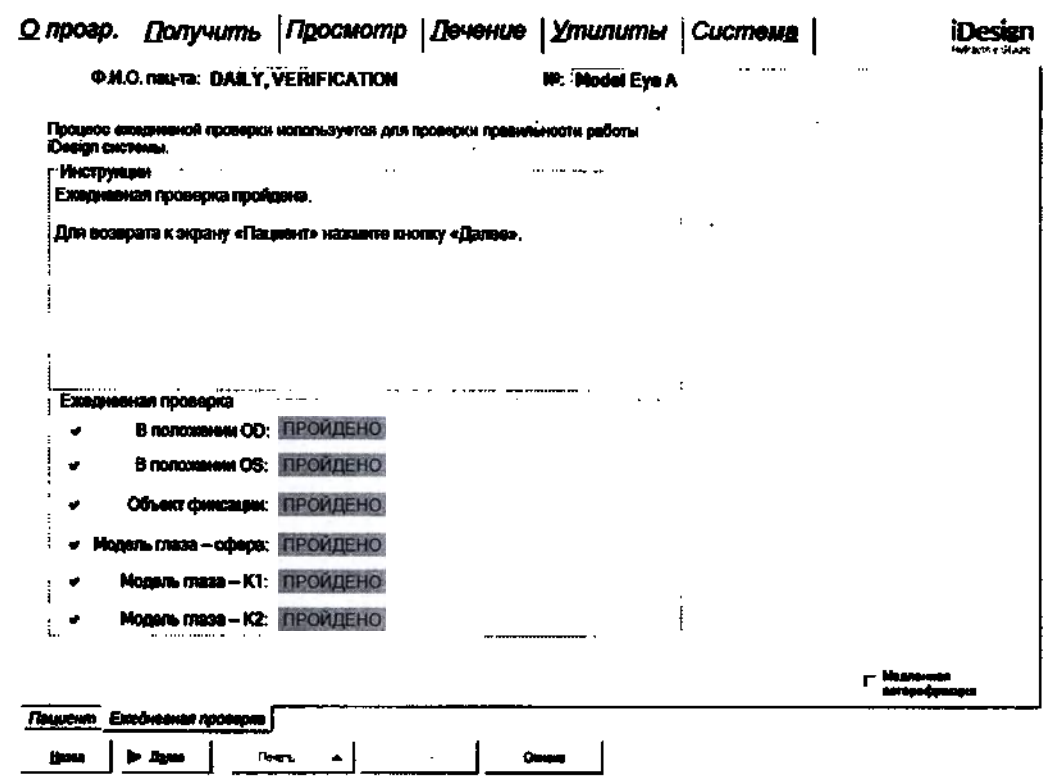

Рис. 5-11 — Экран успешного прохождения ежедневной проверки
7. Если этап «Захват данных» прошел успешно, то в поле «Инструкции» отображается следующий текст: «Ежедневная проверка пройдена. Для возврата к экрану «Пациент» нажмите кнопку **Далее**. См. Рис. 5-11.